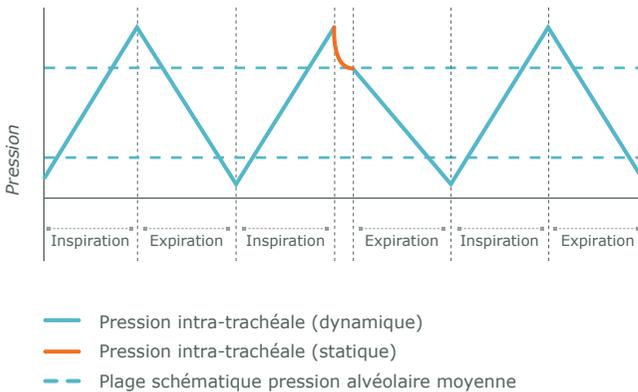

Figure 5.7 Pressions trachéennes dynamiques et plage schématique de la pression alvéolaire moyenne
Comme illustré sur la figure 5.7, à la fin de l'inspiration, la pression intra-trachéale dynamique (pic) est supérieure à la pression statique (et alvéolaire globale moyenne). À la fin de l'expiration, la pression intra-trachéale dynamique (PE) est inférieure à la pression statique (et alvéolaire globale moyenne).